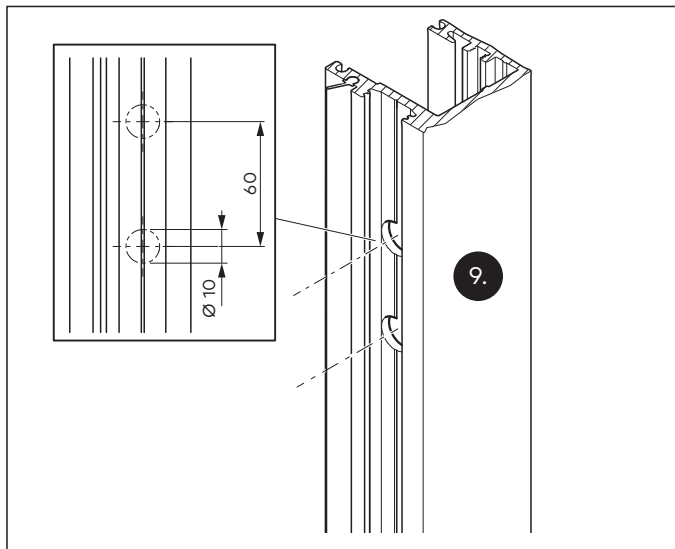

Abb. 11 Die Bohrungen für das UNIQUIN-Elektromodul auf der Gegenseite vergrößern
9. Auf der Gegenseite die Bohrungen auf einen Durchmesser von 10 mm vergrößern und entgraten (Abb. 11).